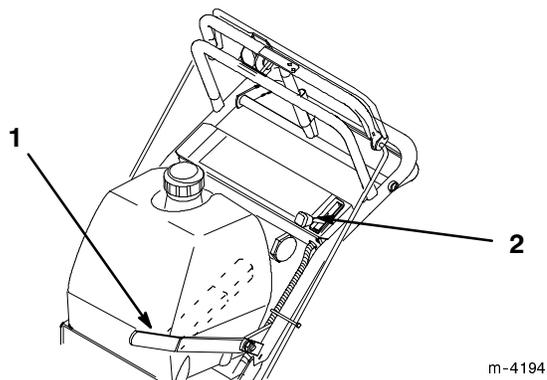

Figure 14
1. Mettre la commande des gaz en position "LENT" (Fig. 14).
2. Pour couper le moteur, tirer la manette des gaz à fond vers l'arrière, au-delà de la position "LENT" (Fig. 14).